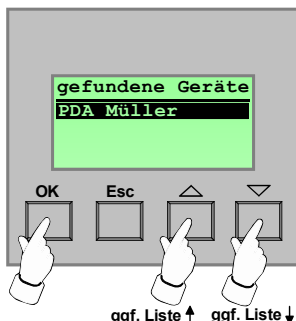

Bild 10: Liste der gefundenen BT-Geräte
8. Nachdem der Suchvorgang beendet wurde, werden alle gefundenen Endgeräte in einer Liste aufgeführt (vgl. Bild 10). Jedes Bluetooth-Gerät verfügt über eine einmalige Geräteadresse, die eine eindeutige Identifizierung und Unterscheidung ermöglicht. Die in der Liste aufgezeigten Endgeräte werden durch den Gerätenamen gekennzeichnet, der dem Endgerät in der eigenen Bluetooth-Systemeinstellung vergeben wurde (hier: 'PDA Müller'). Das Gateway zeigt dabei an dieser Stelle die ersten 14 Zeichen dieses Namens an.